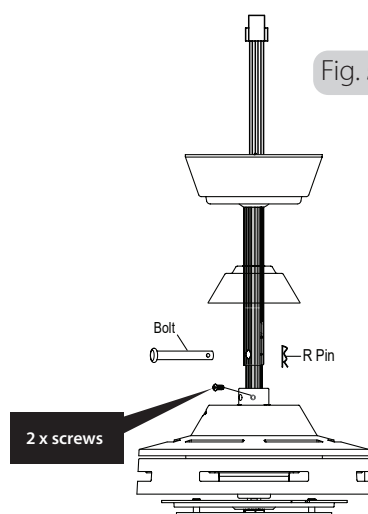

Fig. 5
2. Führen Sie das Hauptkabelbündel in und durch das Hängerohr. Vergewissern Sie sich, dass das Aufhängerohr mit zwei Schrauben an der Kupplung festgeklemmt ist, um Rütteln und Schwingen während des Betriebs zu vermeiden. Überprüfen Sie erneut, ob alle Schrauben richtig angezogen sind. Heben Sie die Ventilatereinheit vorsichtig bis zur Aufhängehalterung an. Siehe Abb. 5.
2. Insert the wiring loom from the motor into and through the downrod. Attach the downrod to the coupler using the bolt, inserting the R pin. Ensure the downrod is clamped with two screws on the coupler to prevent shaking and wobble during operation. Re-check that all screws are properly tightened, slide the coupling cover down to the downrod. Refer to Fig 5.
2. Poussez le faisceau de câblage du moteur à travers la barre. Assurez-vous que la barre est fixée au coupleur par deux vis pour éviter toute oscillation du ventilateur lors de l'utilisation. Vérifiez une nouvelle fois que toutes les vis sont correctement serrées. Soulevez précautionneusement le montage du ventilateur jusqu'au support de suspension. Voir Figure 5.
2. Duw de bedrading van de motor door de stang. Zorg dat de stang goed met twee schroeven vastzit aan de koppeling om te voorkomen dat de ventilator gaat wiebelen tijdens gebruik. Controleer opnieuw of alle schroeven goed zijn aangedraaid. Til de ventilatoreenheid voorzichtig op tot aan de ophangbeugel. Zie fig 5.
2. Insira o chicote de cabos do motor no interior e através da haste inferior. Assegure que a haste inferior está presa com dois parafusos no acoplador para evitar a vibração e oscilação durante o funcionamento. Volte a verificar se todos os parafusos estão devidamente apertados. Levante com cuidado a unidade da ventoinha até ao suporte de suspensão. Consulte a Fig 5.